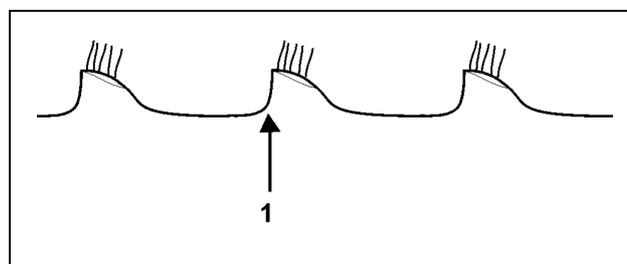

Fig. 33
- El borde de corte de la 2ª hilera de discos no es visible y sigue a la 1ª hilera de discos (Fig. 33): Desplazar la 1ª hilera de discos hacia la izquierda.